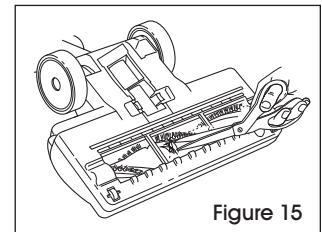

Figure 15
- Éliminez toutes les obstructions ou accumulations dans les conduites d'air à l'intérieur de la buse. À l'aide de ciseaux, découpez et détachez délicatement tous les poils, fibres ou ficelles enroulés autour de la brosse de battage. Évitez d'endommager ou de couper les poils de brosse. (Voir Figure 15)